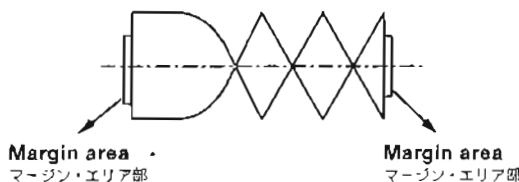

Fig. 4-3
- 1). Turn the P2 post (supply-side guide roller) clockwise using a wrench until the margin area on the envelope (supply-side) disappears, then turn the guide roller counterclockwise until the margin area reappears. (Fig. 4-3)
- 1). P2ポスト(入側ガイドローラー)を二股レンチにて右に回し、エンベロープの入側のマージン・エリア部が無くなるまで下げ、今度はガイドローラーを左に回し、マージン・エリア部が出るまで戻す。(Fig. 4-3)